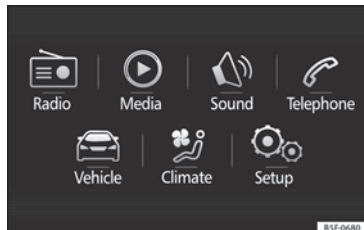

Fig. 35 Se placering på side 7-8.
- Tryk på systemknappen **MENU** og derefter på knappen **CAR** » Fig. 35 eller systemknappen **CAR** for at komme ind i menuen **CAR** » Fig. 36.